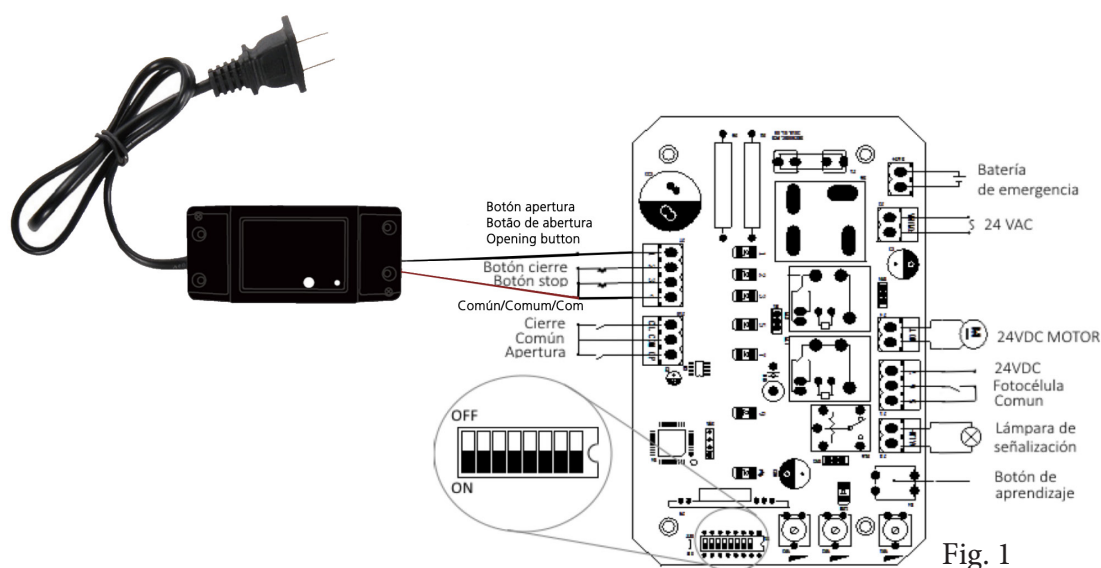

Fig. 1
1. Conectar os cabos vermelho e preto à entrada START do quadro de comando (Fig. 1)..